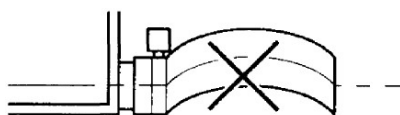

Рис. 4
- Заранее определите расстояние от блока до плиты перекрытия (см. Рис. 4).
- Не пережимайте дренажный шланг внутри блока (см. Рис. 4).